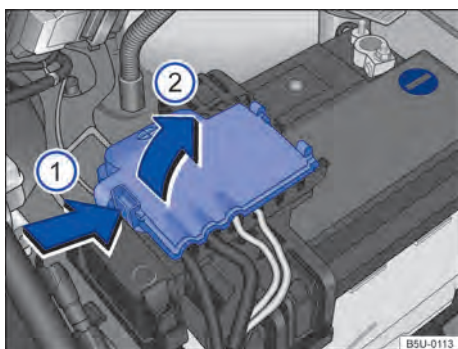

Fig. 184 Compartimento do motor: acesso ao terminal positivo da bateria.
- Abrir a cobertura do polo positivo. Para abrir pressionar a trava no sentido da seta → Fig. 184 ❶, rebater a cobertura para o lado no sentido da seta ❷.